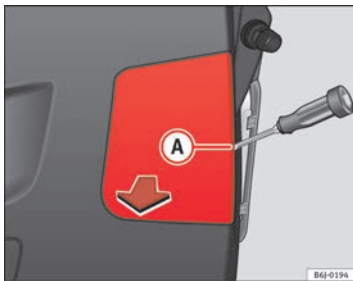

Abb. 152 Leuchten an der Heckklappe
- Nehmen Sie Abdeckung mit Hilfe eines Schlitzschraubenziehers ab. Schieben Sie diesen in die Aussparung **(A)** ⇒ Seite 231, Abb. 152. ■